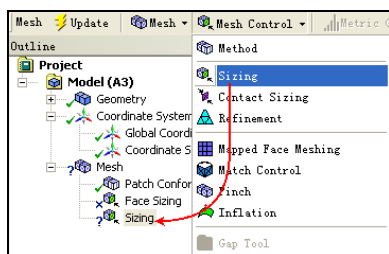

图 3-83 添加尺寸控制
- 步骤 04** 选中分析树中的 Mesh 项, 选择 Mesh 工具栏中的 Mesh Control (网格控制)→Sizing (尺寸) 命令, 为网格划分添加尺寸控制, 此时会在分析树中出现 Sizing 项, 如图 3-83 所示。